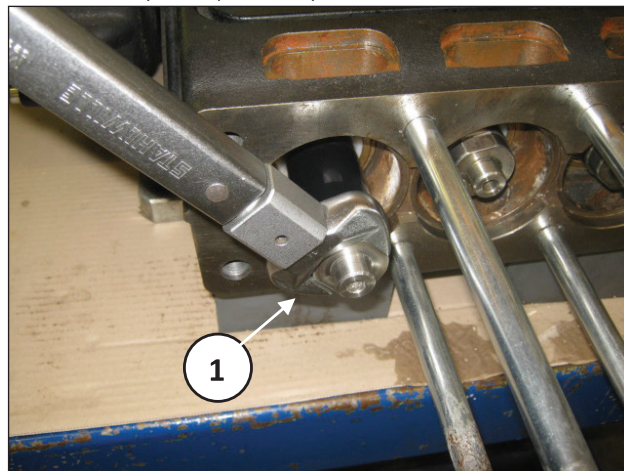

Рис. 129
Установите распорный элемент поршня на насос и затяните его (поз. ①, Рис. 129).